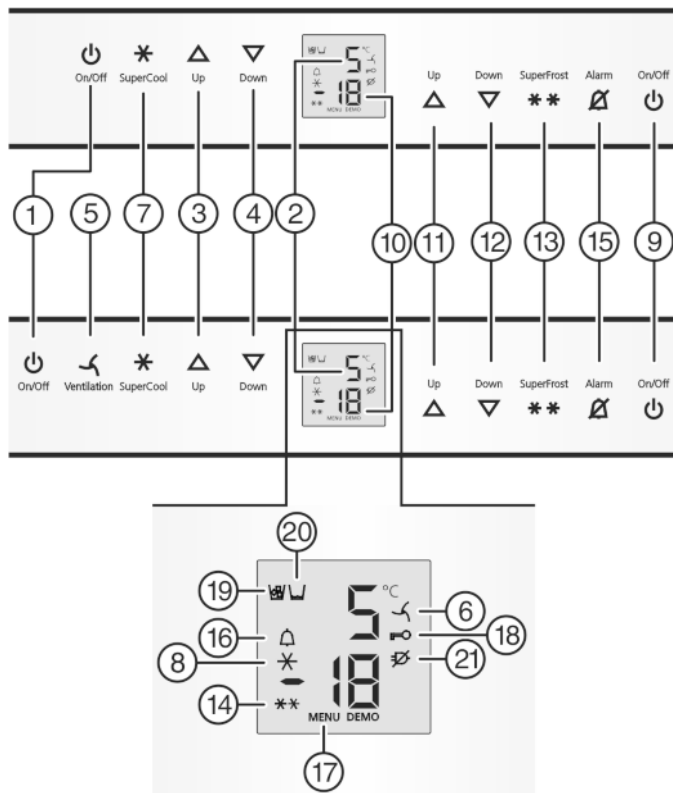

Fig. 2
- ▶ Натиснете бутона On/Off на фризерната част Fig. 2 (9).
- ▶ Натиснете бутона On/Off на хладилната част Fig. 2 (1).
- ▷ Хладилната част е включена: Температурният индикатор на хладилната част Fig. 2 (2) свети. При отваряне на вратата на хладилната част вътрешното осветление се включва.
- ▶ Активиране на режим настройки: Натиснете бутон SuperFrost Fig. 2 (13) ок. 5 сек.
- ▷ Символът Меню Fig. 2 (17) светва.
- ▶ Натиснете за кратко бутона SuperFrost Fig. 2 (13), за да потвърдите.
- ▶ Натиснете бързо бутона SuperFrost Fig. 2 (13) за включване на защитата от деца.
- ▷ Символът Защита от деца Fig. 2 (18) светва. На индикатора мига **c**.
- ▶ Натиснете бързо бутона SuperFrost Fig. 2 (13) за изключване на защитата от деца.
- ▷ Символът Защита от деца Fig. 2 (18) угасва. На индикатора мига **c**.
- ▶ Деактивиране режима на настройка: Натиснете бутона On/Off на фризерната част Fig. 2 (9).
- ▶ Натиснете бутона Аларма Fig. 2 (15).
Заедно с това температурният индикатор и графичният символ Аларма Fig. 2 (16) мигат.
Сирената автоматично спира, символът Аларма Fig. 2 (16) изгасва и температурният индикатор спира да мига, когато температурата отново е достатъчно ниска.